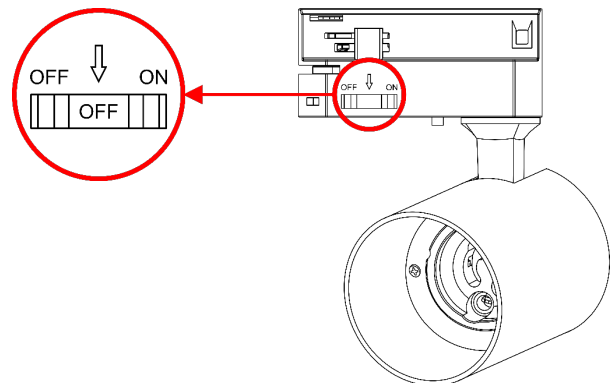

Fig. 11
- 03) Posizionare l'**interruttore di alimentazione (05)** in posizione SPENTO, come mostrato nella Fig. 11.